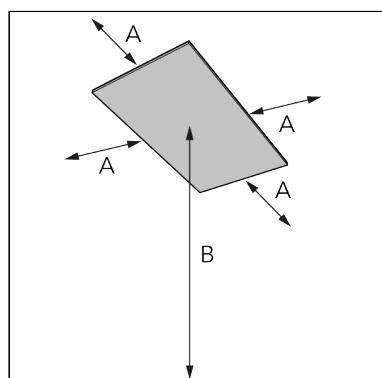

Figure 77.
2. Placez l'appareil en respectant une distance minimale (Figure 77) de :